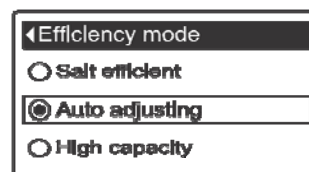

РИС. 70
8а. Экономичный режим: Если желаемый экономичный режим уже отмечен черной точкой напротив него (См. Рисунок 70), перейти к Шагу 9. В противном случае, нажать кнопки ВНИЗ (▼) или ВВЕРХ (▲), чтобы прокрутить до желаемого экономичного режима, затем нажать ВЫБРАТЬ (O) чтобы подтвердить его.